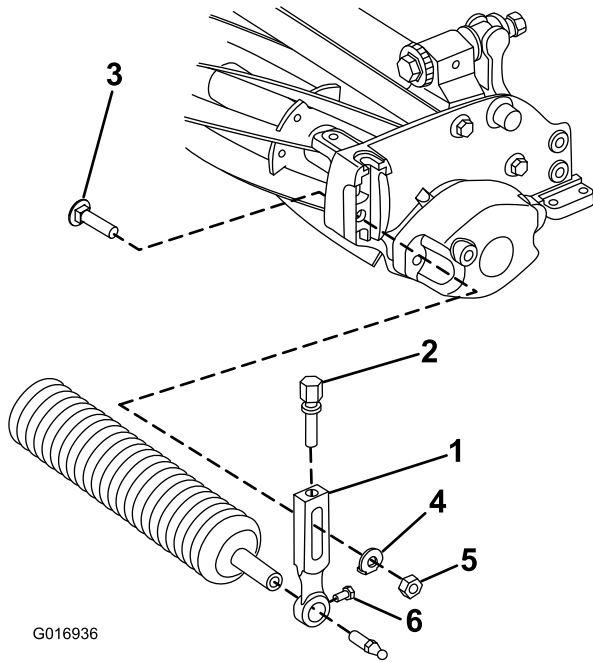

Bild 2
2. Lockern Sie die Befestigungsschrauben an der Schneideinheit, mit denen jedes Ende der Frontrolle an den Schnitthöhenarmen befestigt ist (Bild 2).
3. Entfernen Sie die Senkschrauben, Scheiben und Sicherungsmuttern, mit denen die Schnitthöhenarme an jedem Ende der Schneideinheit befestigt sind (Bild 2). Entfernen Sie die Schnitthöhenarme und die Rolle.
4. Entfernen Sie die Einstellschrauben für die Schnitthöhe und Rollenbefestigungsschrauben von den Schnitthöhenarmen (Bild 2).